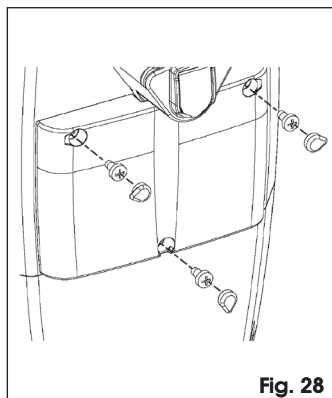

Fig. 28
- Una volta ultimata la programmazione della centrale e controllato il corretto funzionamento dell'automazione, chiudere il vano centrale con le tre viti in dotazione e posizionare i tappi di copertura come indicato in Fig. 28.